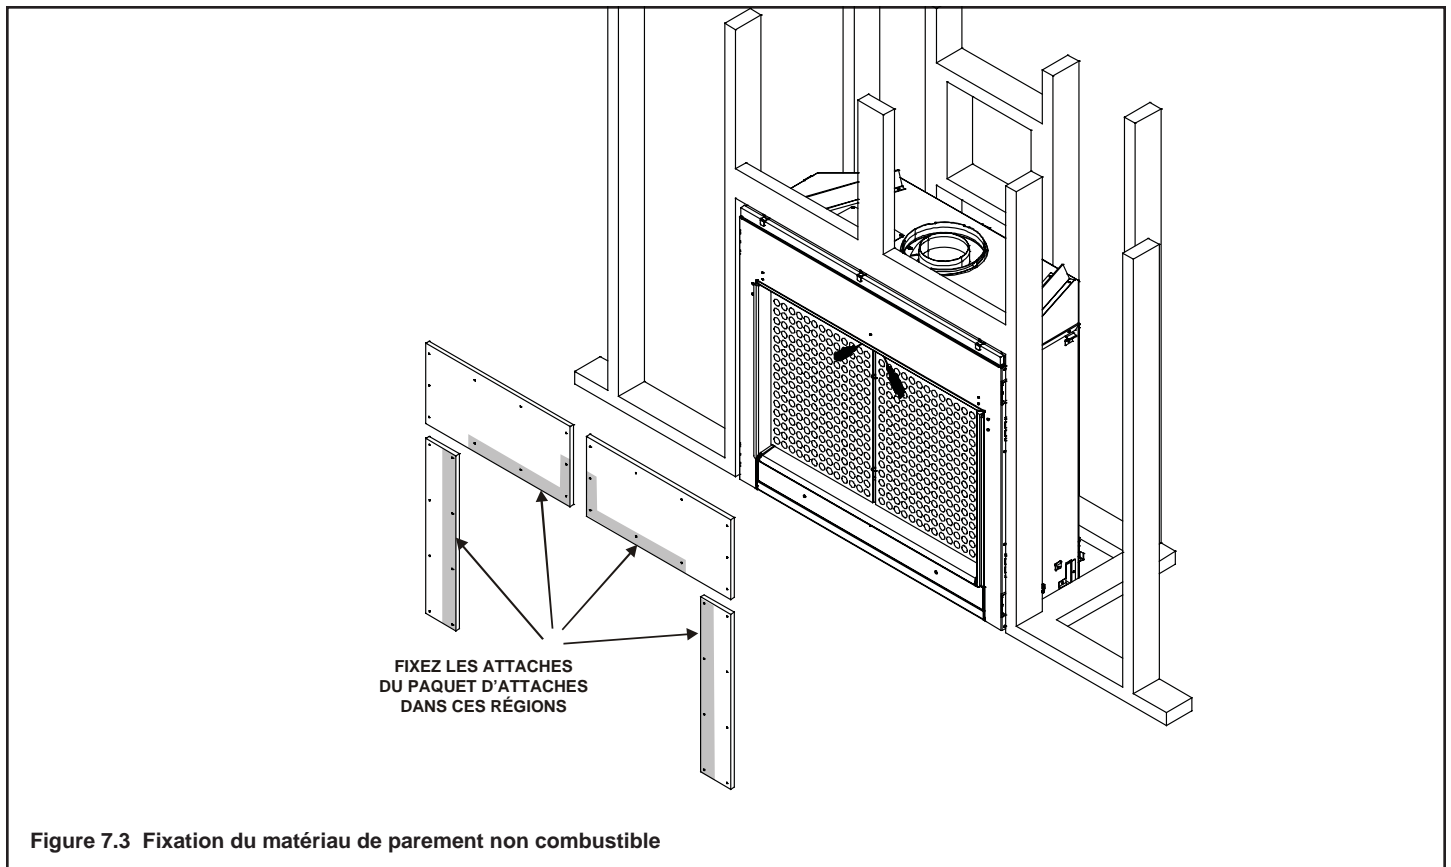

Figure 7.3 Fixation du matériau de parement non combustible
- Centrez et fixez les deux planches supérieures aux montants de charpente. Voir la figure 7.3.